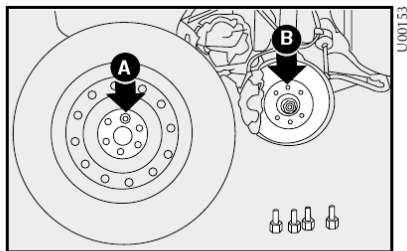

fig. 6
6) montar a roda sobressalente, encaixando os furos A-fig. 6 com os respectivos pinos B;